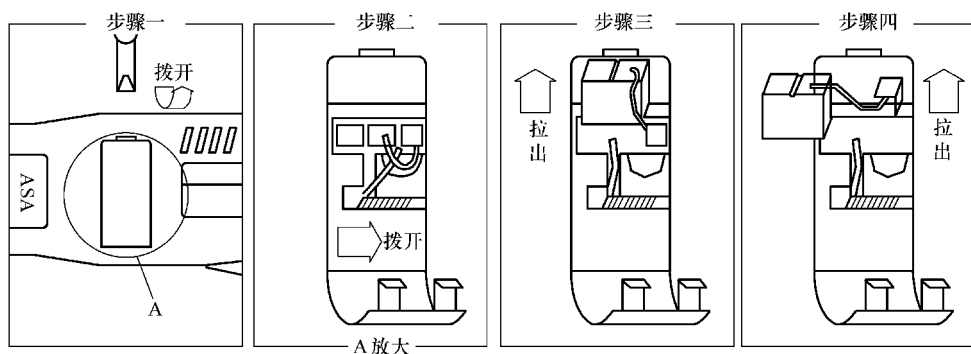

图 16-4 操作图例
4) 直到拉出铜丝线的端子即可, 有关图例如图 16-4 所示。